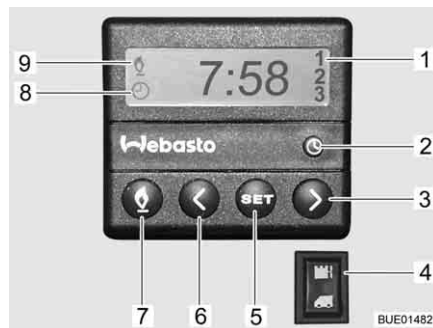

Bild 135 Kontrollenhet för motorvärme
- Tryck ner knapp (Bild 135,7). Värmedriften indikeras av symbolen (Bild 135,9). Fläkten startas först när kylmedelstemperaturen uppgår till 30 °C.
- Tryck ner knapp (Bild 135,7). Symbolen (Bild 135,9) slocknar.
- Slå på uppvärmningen av motorn:* ■ Vippkontakten (Bild 135,4) trycks in nedtill. Motorn förvärms. Fläkten startas direkt.
- Stänga av uppvärmningen av motorn:* ■ Vippkontakten (Bild 135,4) trycks in upptill. Motorn värms inte upp.
- Inställning av tid:* ■ Tryck ner knapp (Bild 135,2). Tidsinställningen indikeras genom symbolen (Bild 135,8).
■ Ställ klockan med knapparna (Bild 135,3 och 6).
- Programmera uppvärmningsstart:* ■ Tryck ner knapp (Bild 135,5).
■ Ställ in starttiden inom 10 sekunder med knapparna (Bild 135,3 och 6).
- Välja programmerad starttid:* ■ Tryck på knappen (Bild 135,5) tills önskat programnummer (Bild 135,1) visas på displayen.